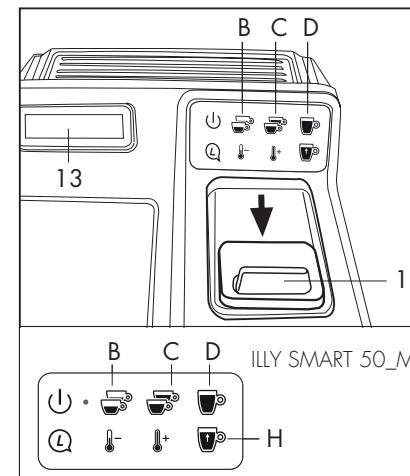

Fig. 14
- Chiudere lo sportello (1).
- Premere uno dei tasti (B) (C) (D) (H solo per il modello ILLY SMART 50_M.L.) per avviare il tipo di preparazione scelta e mantenerlo premuto fino al raggiungimento della dose desiderata. (**Fig.14**)
- Sul display LCD (13) compare il testo "in erogazione apprendimento".